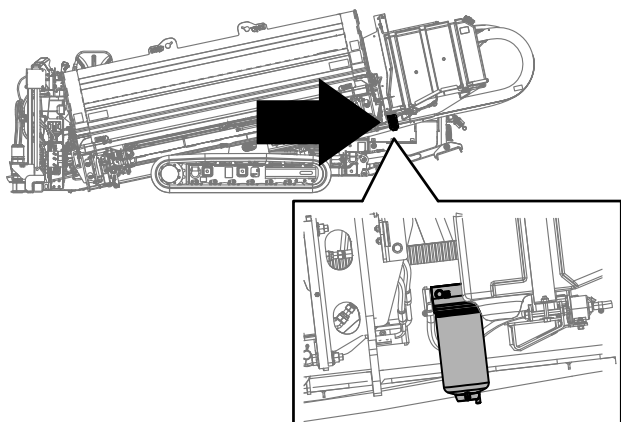

Рисунок 95
2. Ослабьте сливной кран в днище фильтра (Рисунок 95).
2. Ослабив вентиляционную пробку и открыв сливной клапан, слейте некоторое количество топлива (Рисунок 95).